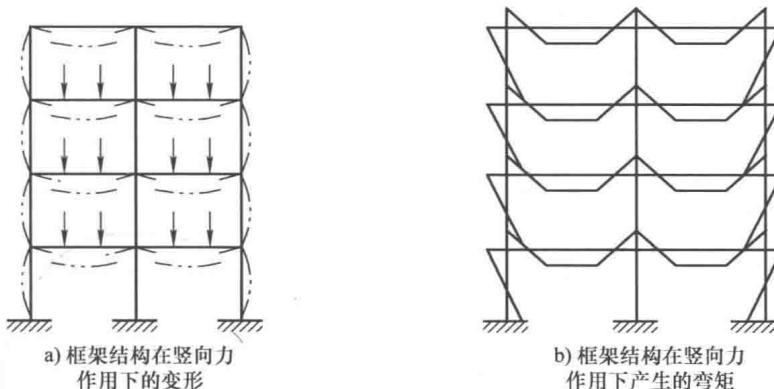

图 1-6-1 框架结构在竖向力作用下的变形和弯矩
(1) 框架结构在竖向力作用下的变形和弯矩见图 1-6-1。